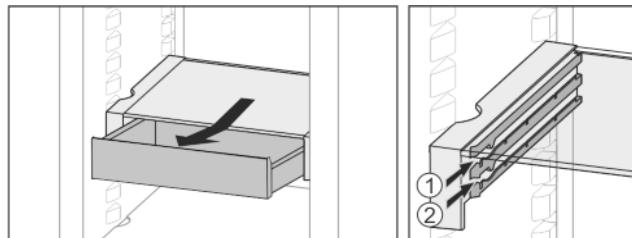

Fig. 23
- Вставити на будь-якій висоті Fig. 23 (1) або Fig. 23 (2).